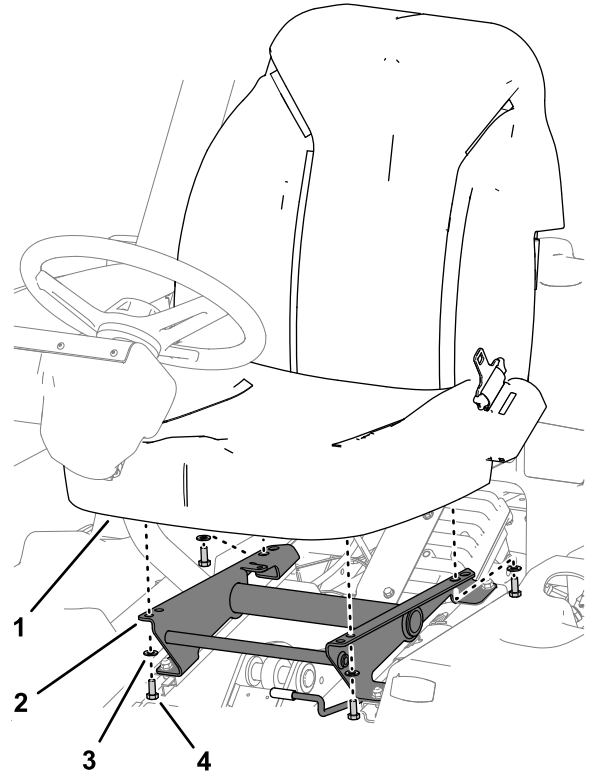

图 4
3. 使用之前拆下的 4 个螺栓和垫圈将座椅固定到座椅底座上 图 4。